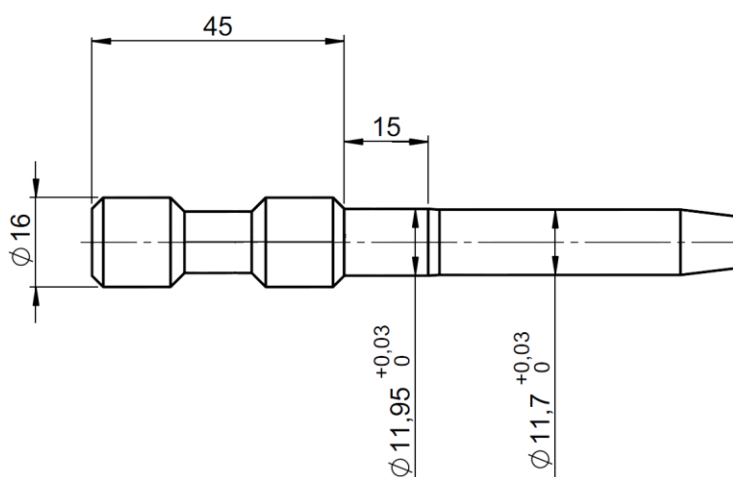

Figura 24: Pino de alinhamento
2. Para um correto alinhamento das ponteiras, utilize um pino com  $\varnothing 11,95$  e  $\varnothing 11,7$  (conforme mostra a figura 24) para fixar a posição da ponteira do eixo através do encaixe do fundido fixo, como mostram as figuras a seguir: